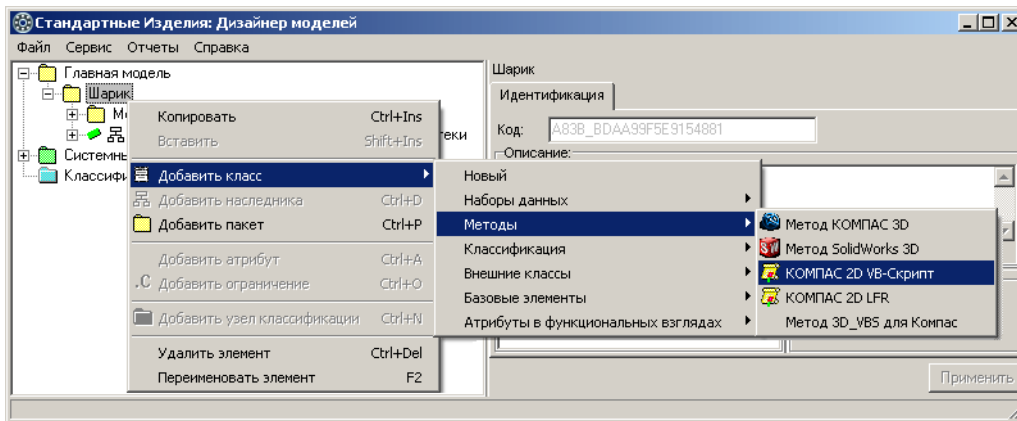

Рис. 3.28.
1. Укажите пакет *Шарик* и вызовите из контекстного меню команду **Добавить класс – Методы – КОМПАС 2D VB-Скрипт** (рис. 3.28). Новый метод появится в списке, название метода будет доступно для редактирования.